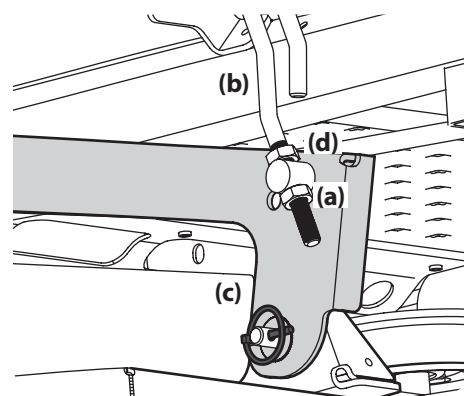

Figure 4-7
- Desserrez le contre-écrou inférieur (a) situé sur la barre ajustable (b) qui est fixée au bras de relevage (c) pour abaisser le plateau de coupe, puis serrez le contre-écrou supérieur (d) pour fixer le plateau de coupe. Desserrez le contre-écrou supérieur (d) et serrez le contre-écrou inférieur (a) pour relever et fixer le plateau de coupe. Voir Figure 4-7.